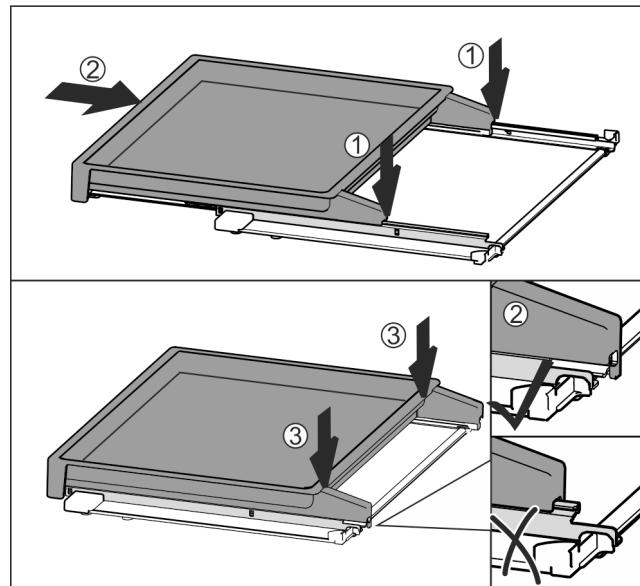

Fig. 134
- Položite jo na sredino tirnic Fig. 134 (1).
- Izvlečno polico v celoti potisnite noter Fig. 134 (2).
- Pritisnite na zadnji strani, da se slišno zaskoči Fig. 134 (3).